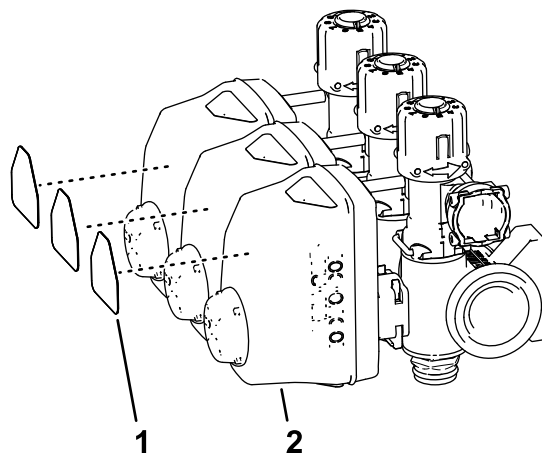

Figura 70
5. Rimuovete gli adesivi dagli attuatori delle 3 valvole di sezione (Figura 70).